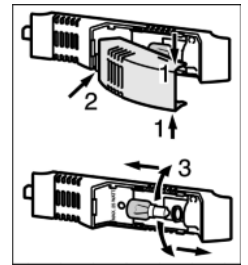

Fig. 16
- ▶ Agarre la cubierta de la lámpara por la parte superior e inferior *Fig. 16 (1)*.
- ▶ Desencaje y desenganche por la parte trasera *Fig. 16 (2)* la cubierta de la lámpara.
- ▶ Sustituya la bombilla *Fig. 16 (3)*.